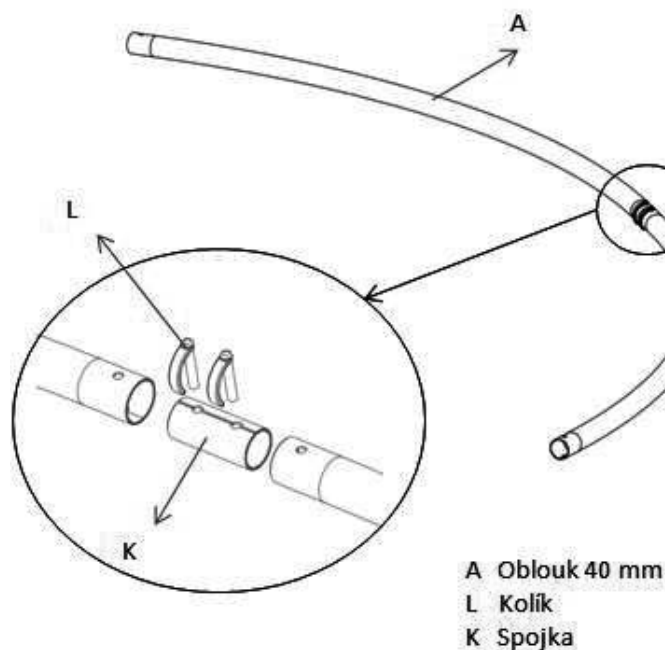

Abbildung 1
Es sind jeweils zwei Bügel (A) (\varnothing 40 mm), zwei Stifte (L) und Verbindungsstück (K) zu nehmen. In einen Bügel ist das Verbindungsstück einzuschieben und gegenseitige Stellung der Bügel ist mit dem Stift zu sichern. An das Verbindungsstück ist der zweite Bügel aufzusetzen und ebenfalls zu sichern. Beide Stifte werden von einer Seite des Verbindungsstücks montiert und Stiftnasen sollen in die Krümmung der Bügel hinein (Abb.1) gerichtet sein. Auf diese Art werden **vier** Halbbügel für die Bedachung – Oval, **oder sechs** Halbbügel für die Bedachung – Oval verlängert, **oder acht** Halbbügel für die Bedachung – Oval 2x verlängert zusammengesetzt.